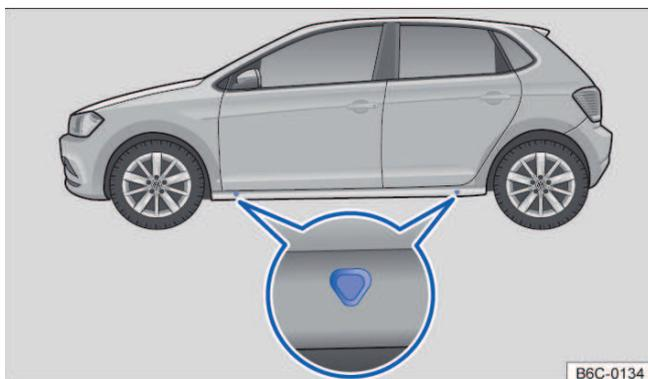

Fig. 167 Pontos de apoio do macaco.
O macaco somente pode ser posicionado nos pontos de apoio indicados (marcação na carroceria) → Fig. 167. É válido o ponto de apoio localizado próximo à roda correspondente → ⚠️.
7. Procurar sob o veículo o ponto de apoio do macaco → Fig. 167, mais próximo da roda a ser trocada.